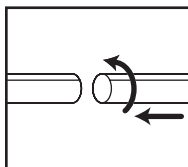

FIGURA 13
14. Acople las varillas de extensión al extremo del accesorio de la manguera. Tuerza ligeramente para apretar la conexión. **FIGURA 13.**
15. Acople uno de los accesorios de limpieza (dependiendo de lo que desee limpiar) a la manguera. Gírelo ligeramente para ajustar la conexión. **FIGURA 13.**